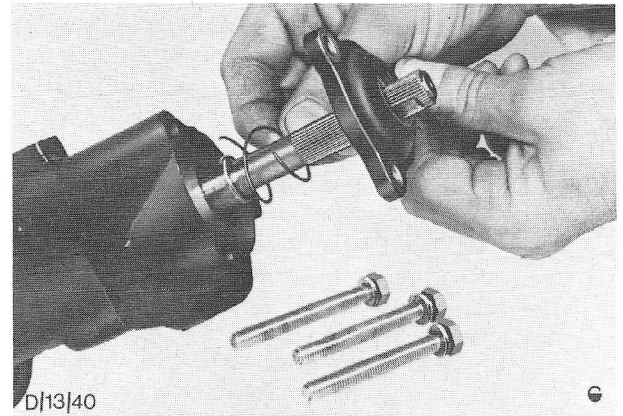

Fig.31. Voorspanningveer voor de regelklep en deksel op het huis monteren.
38. Monteer het regelklephuis, de voorspanningveer en het bovenste klephuisdeksel, zie Fig.31.